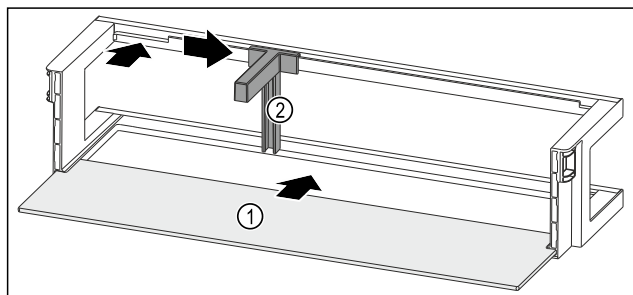

Fig. 226 Türabsteller mit Abstellfläche
- Abstellfläche Fig. 226 (1) in die seitlichen Aussparungen einschieben.
- Flaschenhalter Fig. 226 (2) in die Aussparung einsetzen.
- Flaschenhalter Fig. 226 (2) in gewünschte Position zur Seite schieben.